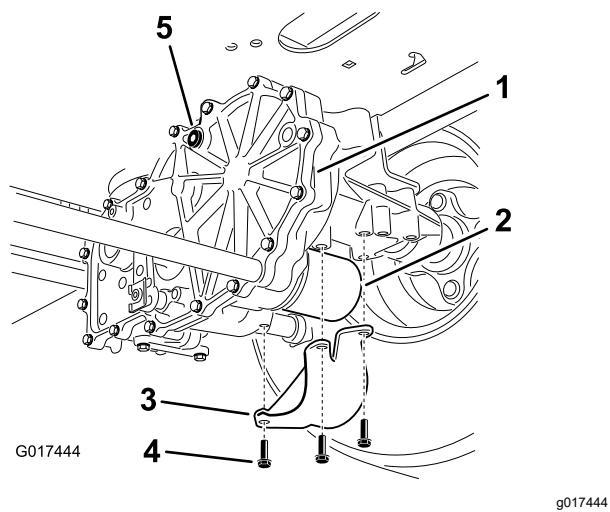

Рисунок 70
4. Знайдіть фільтр і захисні елементи на кожній системі приводу коробки передач (Рисунок 70).
5. Зніміть 3 гвинта, що закріплюють захисні елементи фільтру і захисний елемент (Рисунок 70).